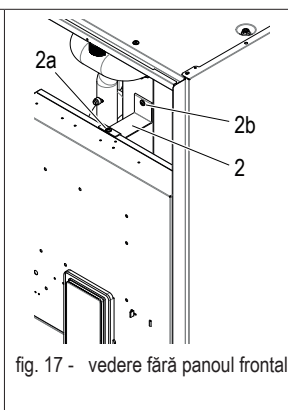

fig. 17 - vedere fără panoul frontal
- deșurubați șurubul din partea de sus (det. 2a - fig. 17)
REȚINEȚI: Cadrul de blocare din partea posterioară (det. 2 - fig. 17) poate fi scos, deșurubând șurubul (det. 2b - fig. 17).